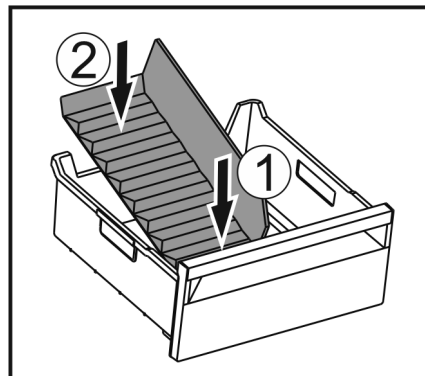

Fig. 184
- Umetnite prednji dio pregrade ladice za led. Fig. 184 (1)
- Spustite stražnji dio pregrade ladice za led do dna ladice. Fig. 184 (2)